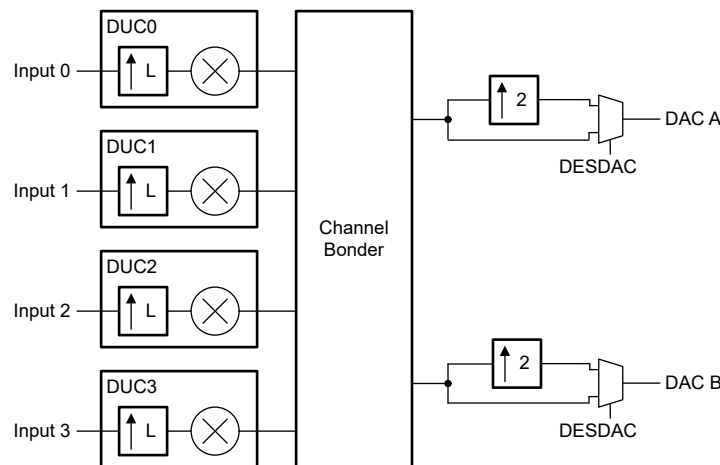

图 7-13. 具有实数输出的 DUC 块
数字信号处理块如图 7-13 所示。该器件包含四个数字上变频器 (DUC) 块, 支持四个复数 (IQ) 输入流, 这些输入流可以在不同的射频频率下进行组合。可以灵活地分配这四个 DUC 并将其相加, 用于通道接合器中的任一 DAC 输出。最后一个信号处理块是一个额外的 2 倍内插滤波器, 用于 DES2XL/H 模式。